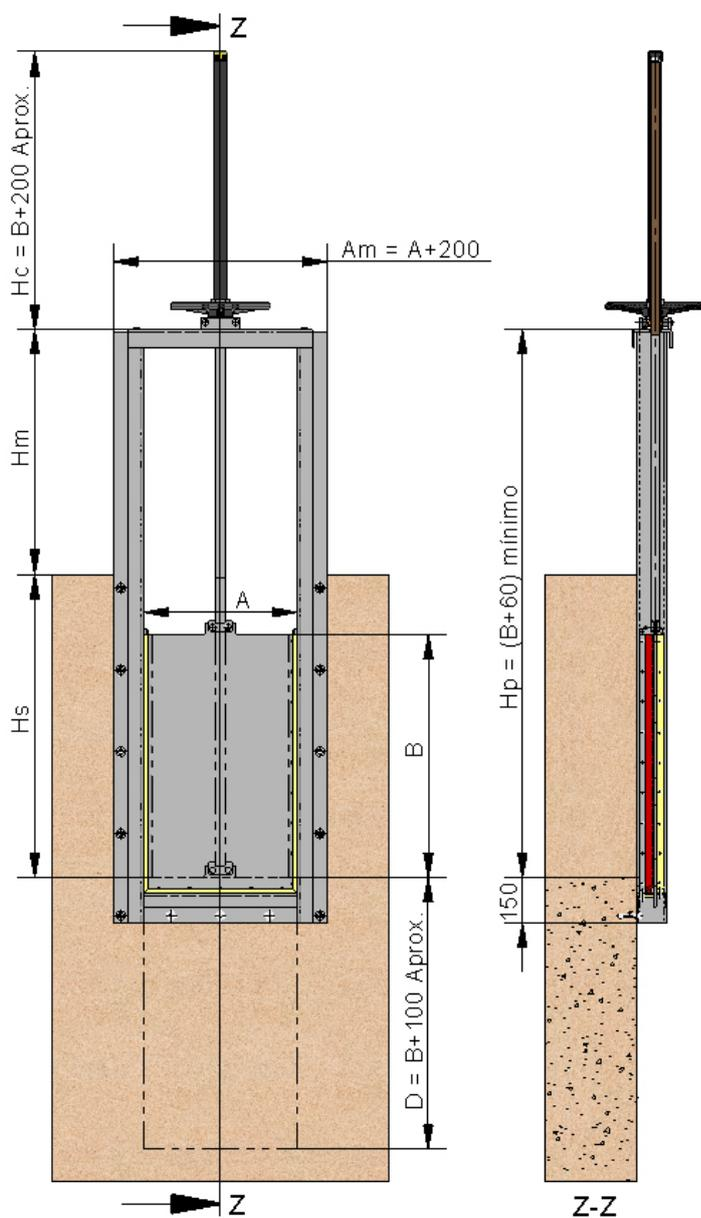

fig. 27
Para definir una compuerta de rebose **RE**, necesitamos saber la anchura y altura de la compuerta. Para referirse a las variables de anchura y altura, utilizaremos las cotas A y B, y el modo de designación será A x B (Anchura x Altura). Las dimensiones van desde 150 x 150 hasta 2000 x 2000 (mayores dimensiones bajo consulta). Estas compuertas pueden ser tanto cuadradas como rectangulares, por lo que no tienen por qué ser iguales la anchura (A) y la altura (B). A continuación describiremos cada cota de la fig. 27:
Las compuertas de rebose **RE**, habitualmente se montan apoyadas en el muro y amarradas mediante anclajes de expansión o químicos. De realizarlo de esta manera acabamos de definir cuáles serían las dimensiones generales de la compuerta (fig. 27). Pero también existe otra variante de la versión estándar, es la encajada en el canal, hay que tener en cuenta que si se opta por esta opción, el paso del canal en anchura disminuye 100 mm aproximadamente (fig. 28 y 29).